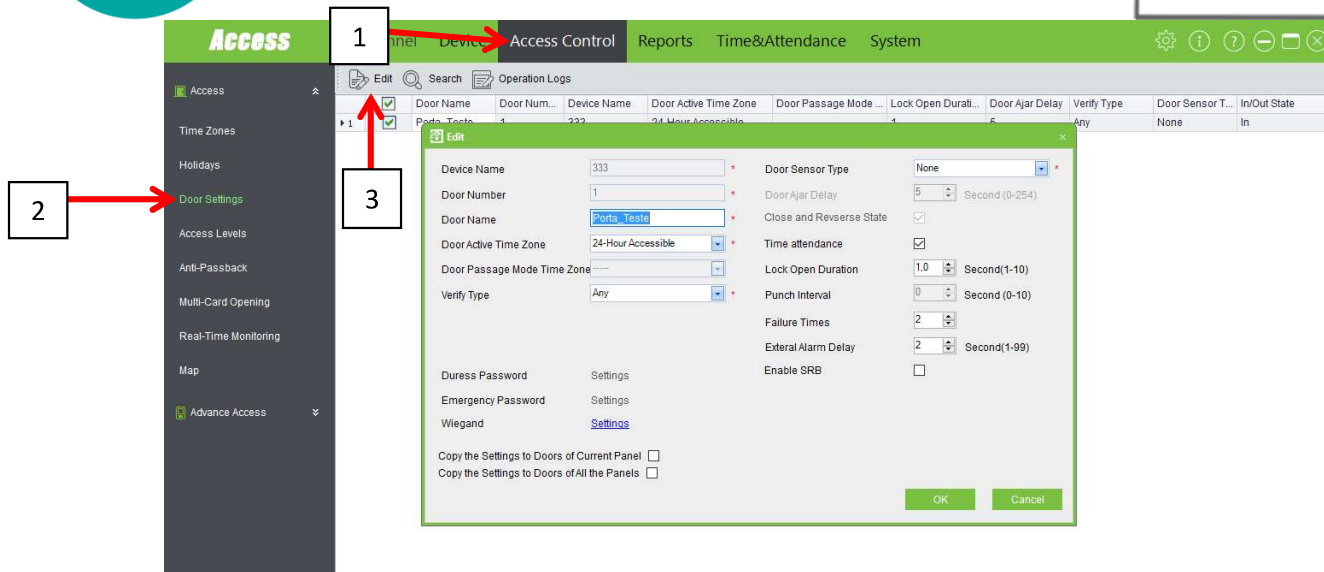

Figura 12 – Configurações da Porta
Clicar **Access Control (1)** -> **Door Setting (2)** -> **Edit (3)** (**Figura 12**).